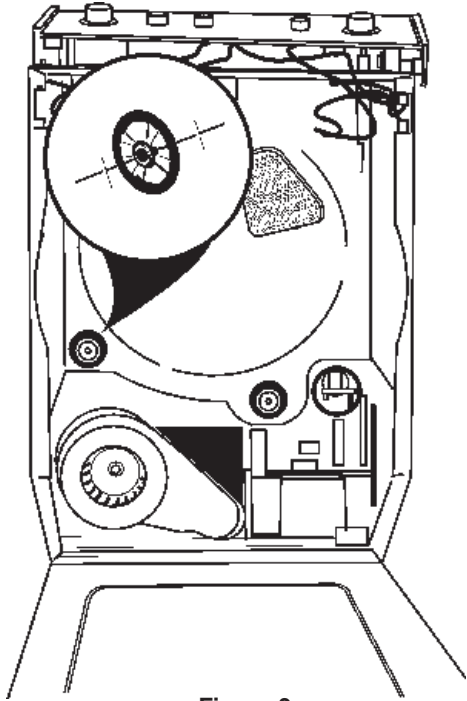

Figure 9
1. Déposer les bagues triangulaires de l'arbre à galets à l'aide d'un tournevis. Déposer les galets et les autres bagues triangulaires. Voir la Figure 9.